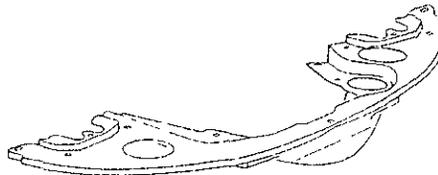

Figura. 33 Tolva delantera
- Retire la tolva que se encuentra al frente de la polea del cigüeñal (Ver figura 33)